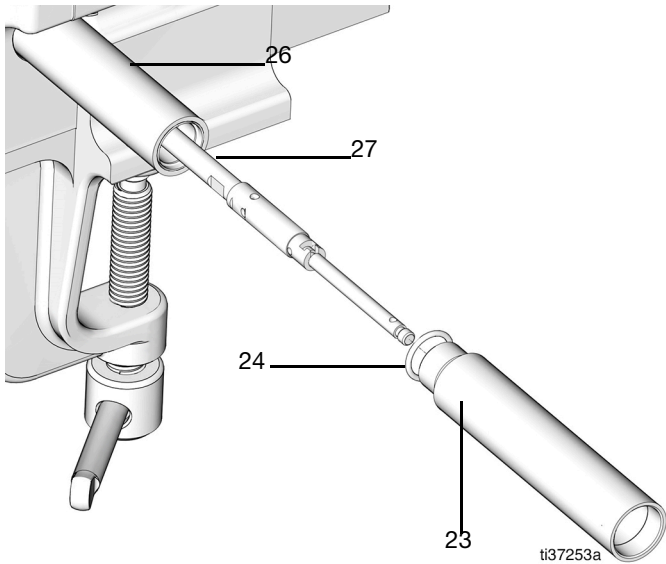

FIG. 61
16. Vuelva a poner la junta tórica (24), con un poco de grasa, en el tubo de la base de la bomba (23) (FIG. 61).
17. Deslice el tubo de la base de la bomba (23) sobre la varilla de la bomba (27) y conéctelo al tubo de extensión (26) (apretando a un par de 43,4 N•m [32 lb-pie]) (FIG. 61).